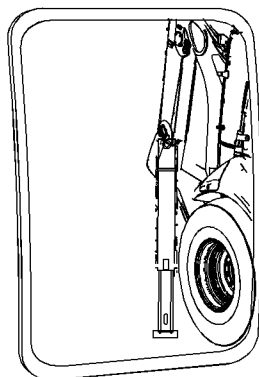

Ilustración 78
Ajuste el espejo retrovisor del lado izquierdo (1) de modo que pueda verse 1 m (3,3 pies) de la parte lateral de la máquina. Consulte la ilustración 78 . Ajuste también el espejo retrovisor izquierdo de manera que se pueda ver lo siguiente: